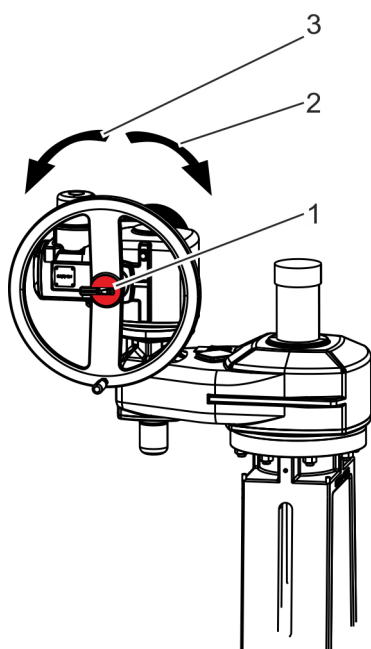

Fig. 20: Accionamiento eléctrico: Accionamiento del volante en caso de emergencia (en la figura: DSK 26 PD 25 65–300)
2. ➤ Enganche el volante (Fig. 20/1).
- Giro en sentido horario (Fig. 20/2): cierre la válvula.
- Giro en sentido antihorario (Fig. 20/3): abra la válvula.